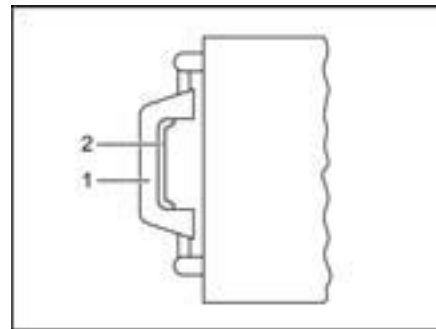

Bild 61 Dachhaube, Griff
- Schnappverschluss (Bild 61,2) zur Innenseite der Dachhaube drücken. Gleichzeitig mit dem Griff (Bild 61,1) die Dachhaube nach oben drücken.
- An beiden Griffen (Bild 61,1) die Dachhaube kräftig nach unten ziehen, bis beide Schnappverschlüsse eingerastet sind.